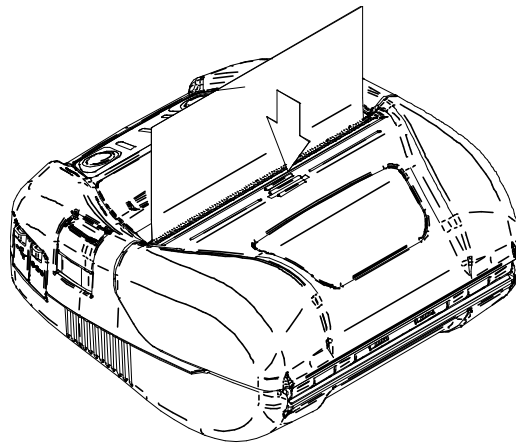

Figura 9-4 Cubierta del papel
- (4) Empuje con firmeza el centro de la cubierta del papel (marcado con una flecha en la Figura 9-4) para cerrar la cubierta del papel.